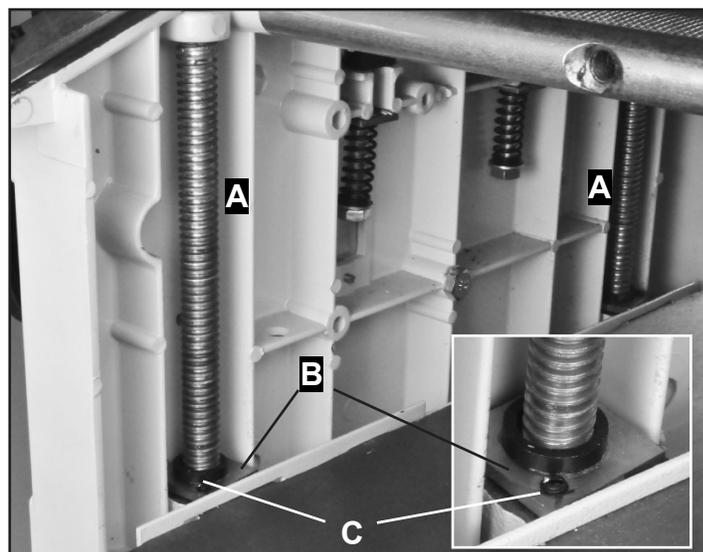

FIG. 24
1. La mesa de la cepilladora se une al armario y se mueve verticalmente por cuatro husillos roscados o postes (#131, FIG. 24, A). En la base de los husillos, hay placas de posicionamiento (#141, B). Junto a los extremos del husillo, hay cuatro tornillos de ajuste (#140A, C) que se pueden ajustar para elevar o bajar ligeramente un extremo de la mesa de la planadora de modo que sea paralelo con el cabezal de corte.